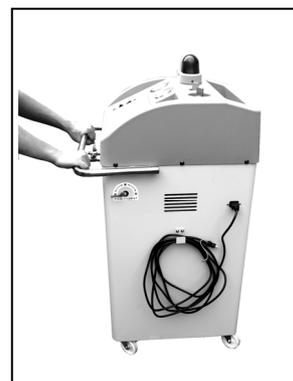

Fig.4.1
- 4) ハンドルをしっかり持ち、ゆっくりと前方に押しながら移動してください。(Fig.4.1)